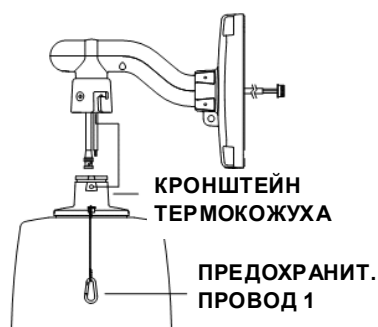

Рисунок 46.
- а-2 Вставьте кронштейн термокожуха в углубление в кронштейне настенного крепления (Рисунок 46).